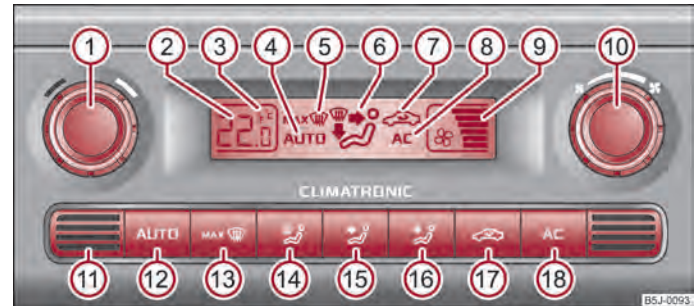

Fig. 76 Climatronic: Elementele de comandă
- Apăsăți tasta **AUTO** ⇒ fig. 76.
Apăsăți și mențineți simultan apăsată tasta **AUTO** și **AC** ⇒ fig. 76. Pe display se afișează datele în unitatea dorită de măsură a temperaturii.
- Apăsăți tasta **MAX** ⇒ fig. 76.
- Rotiți regulatorul **10** ⇒ fig. 76 spre stânga (reducerea turației) sau spre dreapta (mărirea turației).
- Apăsați tasta   => fig. 76, pe afișaj apare .